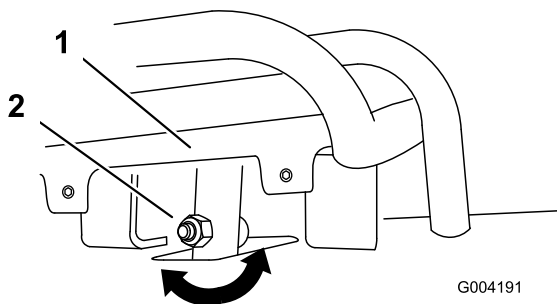
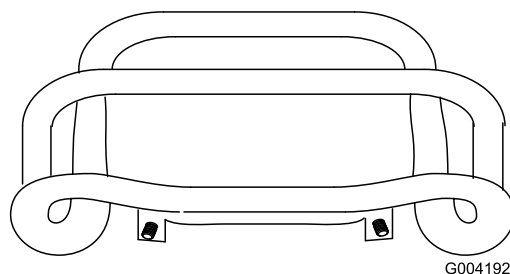

Figure 67
Figure 68
4. Si l'avant de la commande de déplacement n'est pas d'équerre et de niveau avec la barre de référence, desserrez l'écrou et le boulon à embase de la tige de la commande de déplacement (Figure 67).
5. Réglez la commande de déplacement de sorte qu'elle soit de niveau et en appui contre la barre de référence lorsqu'elle est tirée tout droit en arrière (Figure 67 et Figure 68).